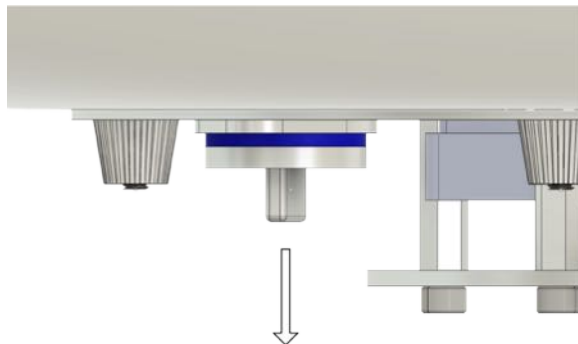

Abb. 3
3. Para permitir que el aire salga más rápidamente, abra el cierre de giro de la placa base (Fig. 3)